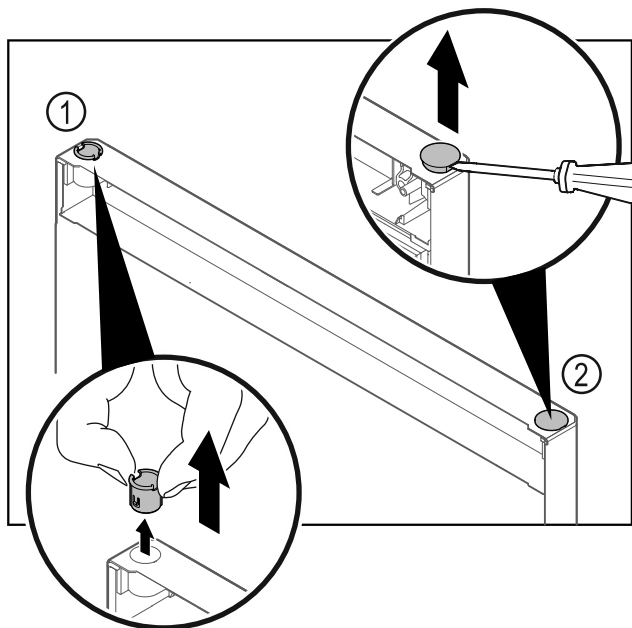

Fig. 28
- ▶ Wyjąć palcami tuleję zawiasu Fig. 28 (1).
- ▶ Zatyczkę osłonki Fig. 28 (2) ostrożnie podważyć przy pomocy śrubokręta płaskiego i wyjąć.